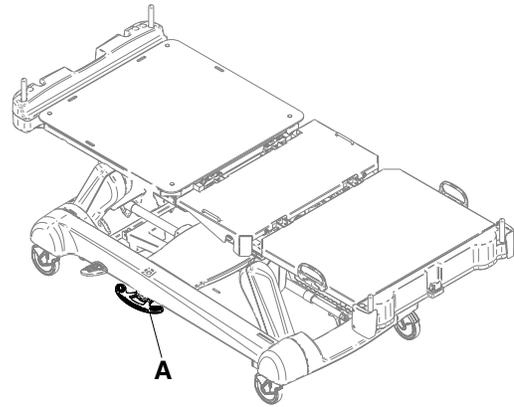

Figure 6 – Pédale du frein manuel, pivotée
1. Faire pivoter la pédale d'enclenchement du frein (A) (Figure 6).